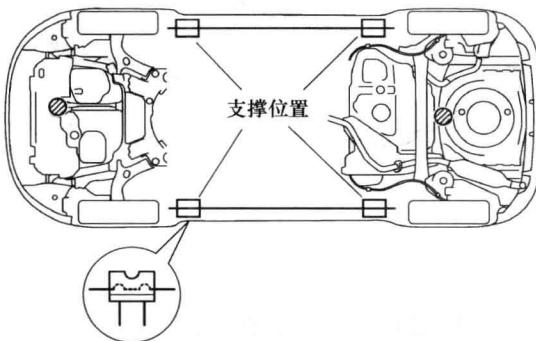

图 1-8 支撑位置
- 4) 准确对齐支架凹槽与安全底座支撑位置，如图 1-8 所示。